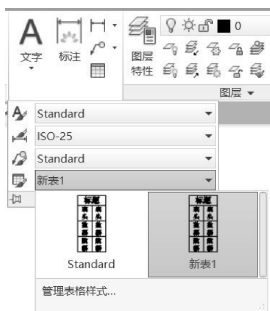

图 7-23 “注释”面板
- “默认”选项卡：选择“注释”面板→“表格样式”下拉列表框→“管理表格样式”命令，如图 7-23 所示。